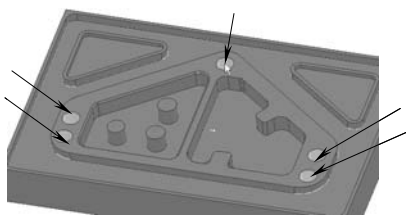

图 6-112 选择 5 个孔
1) 识别模型中的孔：按下 Shift 键，在绘图区中选中 5 个孔的侧面，如图 6-112 所示。